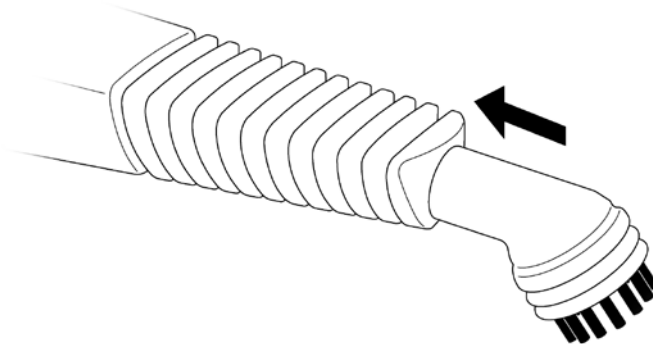

FIGURA 3
NOTA: El Cepillo Secundario de Nylon, el Cepillo Secundario de Bronce y el Cepillo Grande se colocan de la misma manera. El Cepillo Secundario de Nylon se ilustra en la FIGURA 3 como ejemplo.
1. Alinee el Cepillo con la Boquilla de Chorro, como se muestra. La chaveta de guía en la parte posterior del Cepillo debe estar alineada con la ranura de la chaveta que se encuentra al costado de la punta de la Boquilla de Chorro (FIGURA 3-A).
2. Presione con fuerza el Cepillo en la Boquilla de Chorro (FIGURA 3-B).